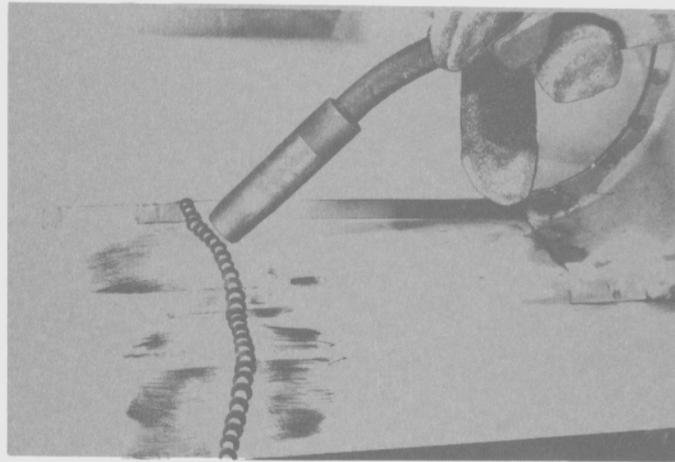

Fig. 194
- Soldar con metal en atmósfera de gas inerte (MIG) las costuras de la junta vertical (Fig. 194)